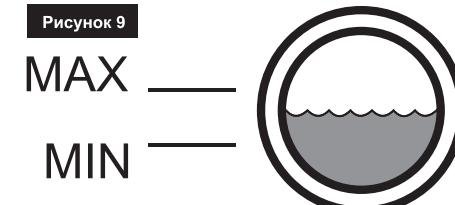

Рисунок 9
Контроль количества масла осуществляется через смотровое окно (см. Рис. 9). Правильный уровень масла находится между отметками «MIN» и «MAX».
5. Залейте необходимое количество масла (пролитые остатки масла на вакуумном насосе необходимо протереть ветошью). Уровень масла должен находиться между отметками «MIN» и «MAX» (Через 5 минут, после залива масла, контролировать через смотровое окно **6** (см. Рис.1)). Если уровень масла ниже отметки «MIN», то долить масло (см. Рис.9)